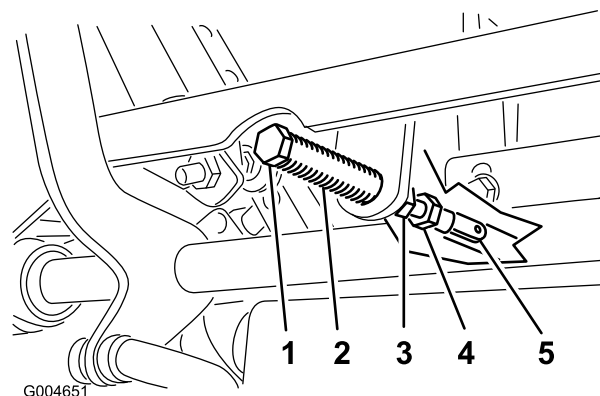

**Figure 49**
3. Retirez les boulons de fixation du panneau avant et déposez le panneau (Figure 49).